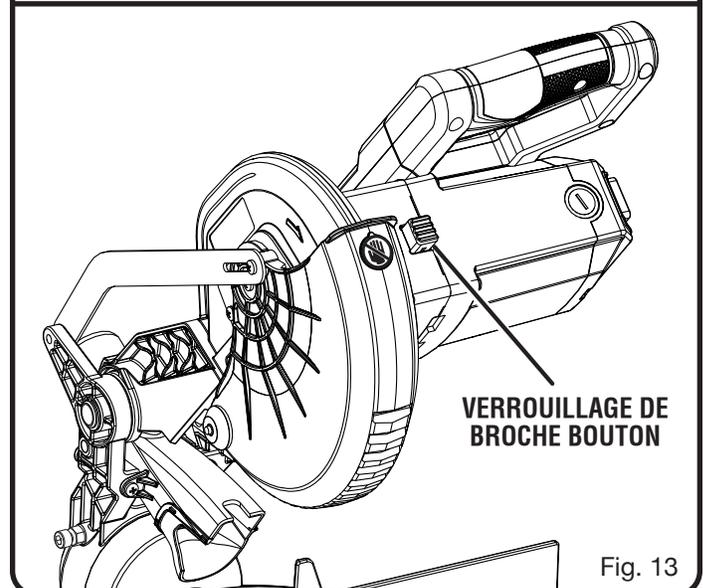

Fig. 13
Voir les figures 13 à 14.
- Engager la lame dans la garde inférieure et sur la broche. Les dents doivent être orientées vers le bas à l'avant de la lame, comme le montre la figure 13.